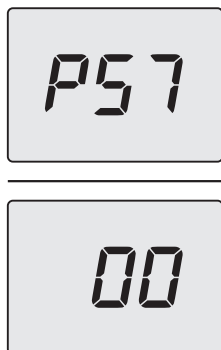

Figura 5.50
- Scorrere i vari parametri utilizzando i tasti 49 (indietro) o 51 (avanti) fino a far apparire sul display LCD le lettere **P57** che si alternano con il valore del parametro (Figura 5.50).